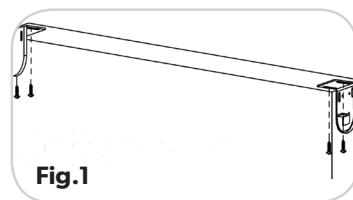

Fig.1
Avant d'entreprendre les étapes ci-dessous, veuillez prendre quelques instants pour examiner la liste des pièces. Votre store à enroulement automatique d'extérieur Spring Operated peut être accroché depuis le haut d'une surface p. ex. un cadre de fenêtre (**Fig. 1**) ou monté latéralement sur la surface intérieure d'un mur, d'une terrasse ou d'un porche. Peu importe la façon dont vous choisissez d'installer le store, les instructions pour l'installation sont les mêmes.
- C.** Installez les supports de fixation au plafond ou au mur à l'aide des vis à bois fournies. (**Fig. 1**)